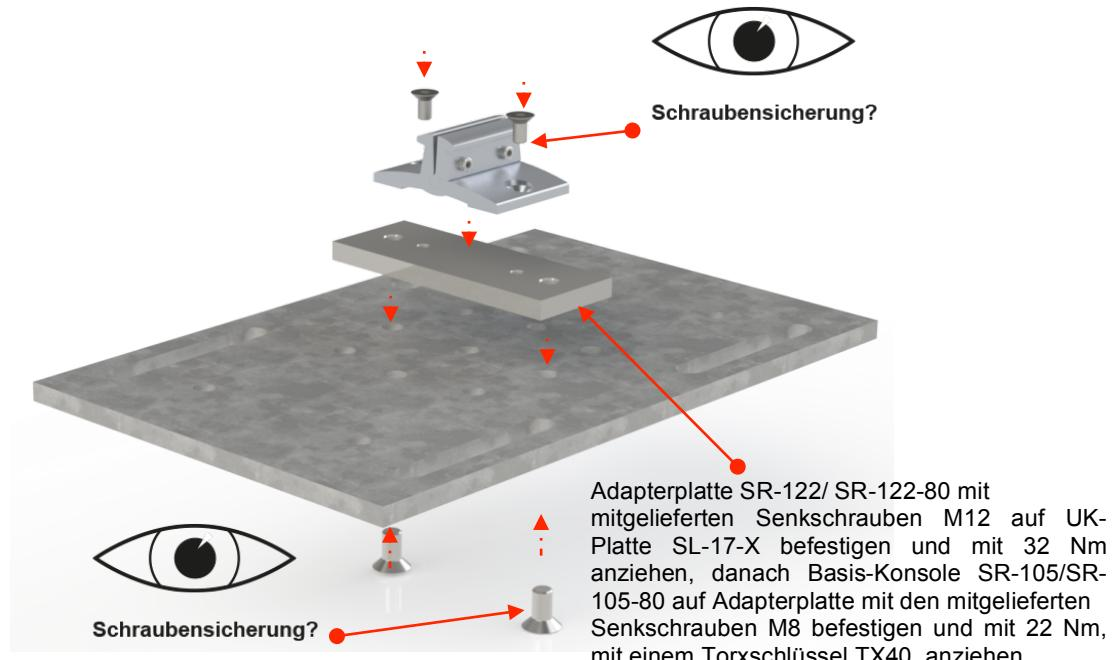

Abb. 6: Montage Basiskonsole SR-105 auf Adapterplatte SR-122 für UK-Platten SR-017
7. Für den Zusammenbau der Einzelteile Abb. 1 - Abb. 6 aus Kapitel 5 benutzen